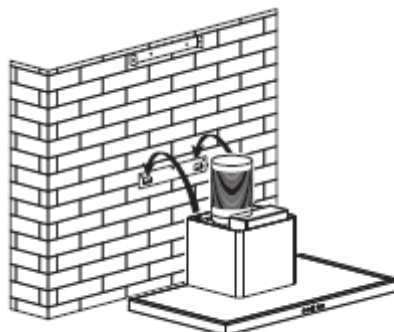

fig. 5
- Coloque y conecte el cuerpo de la campana sobre este soporte con los tornillos previstos incluidos (fig. 5)